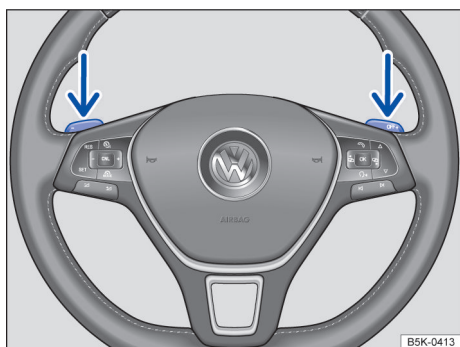

Fig. 93 Volante com seletores basculantes do Tiptronic.
- Puxar o seletor basculante direito → Fig. 93 na direção do volante para aumentar a marcha.